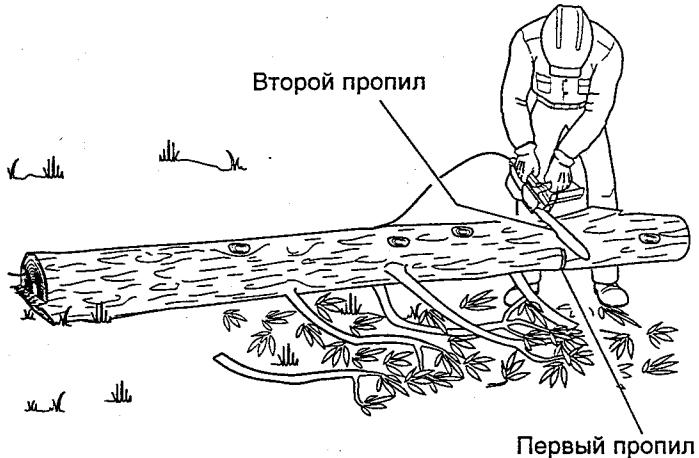

Рис. 16. Раскряжевка бревна, один конец которого поднят над землей
- Сделайте первый пропил бревна снизу (рис. 16). Для этого используйте верхнюю часть направляющего стержня. Пропилите бревно на 1/3 его диаметра. Такой пропил предотвращает отщеп на этом отрезке распиливаемого бревна.